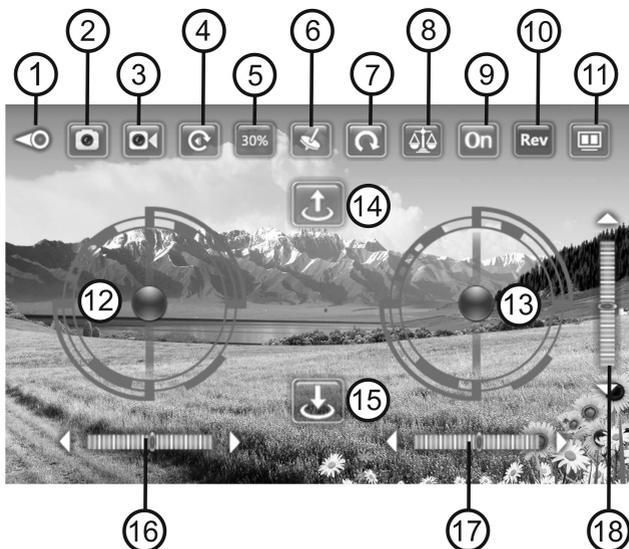

Figura 15 (descrizione dei simboli 1 - 11 vedere figura 14)
Dopo aver avviato l'app, sul display dello smartphone, oltre all'immagine delle videocamera, vengono visualizzati diversi elementi di controllo. Oltre ai già noti comandi per la videocamera (vedere figura 14, pos. 1 - 4) vengono visualizzati anche gli elementi di controllo di un trasmettitore del telecomando, così come il simbolo del decollo/atterraggio automatico (figura 15, pos. 12 - 18).
- Scegliere un punto di partenza adeguato per far decollare il quadricottero. Consultare a riguardo anche quanto riportato nei capitoli 11 e 12. Ora selezionare il simbolo del decollo automatico (14). I rotori si avviano e il modello si solleva da terra raggiungendo un'altezza di circa 1,5 metri.
→ I due elementi di controllo (figura 15, pos. 12 + 13) sul display rappresentano gli stick di controllo del trasmettitore del telecomando e possono essere azionati. Tenere in mano lo smartphone. Toccare con un dito (preferibilmente con il pollice) ogni "punto" e controllare il modello proprio come si fa con il trasmettitore del telecomando, come spiegato nei capitoli 11 e 12.
Nella configurazione base l'app è impostata su "30%" (figura 15, pos. 5). Questa percentuale corrisponde alla modalità Principiante (vedere anche il capitolo 11). Le funzioni di comando sono limitate.
È possibile utilizzare il simbolo della freccia (figura 15, pos. 7) per eseguire un loop (rotazione di 360°). Portare il quadricottero in volo stazionario a una distanza sufficiente dal pilota e dagli ostacoli e a un'altezza di almeno 1,5 metri. Selezionare il simbolo della freccia (figura 15, pos. 7). Infine spostare l'elemento di controllo destro in avanti/dietro/a sinistra o a destra (solo in una direzione!). Il modello esegue un loop in questa direzione. Questa funzione è simile a quella eseguita tramite il trasmettitore del telecomando. Per il controllo di questa funzione, consultare anche le istruzioni del capitolo 12.
Per controllare il modello tramite i sensori di posizione, eseguire prima le procedure di preparazione al decollo, descritte nel capitolo "Controllo tramite i comandi dell'app". Se questo processo viene eseguito correttamente, premere il simbolo della torre delle comunicazioni (figura 15, pos. 6) finché si illumina. In questo modo viene attivato il controllo tramite i sensori di posizione.
Tenere in mano lo smartphone in posizione orizzontale. Per partire, utilizzare il simbolo della partenza automatica (figura 15, pos. 14). Il quadricottero si solleva in avanti rispetto all'utilizzatore. È possibile regolare l'altezza e la rotazione attorno all'asse sul display tramite l'elemento di controllo sinistro (figura 15, pos. 12).